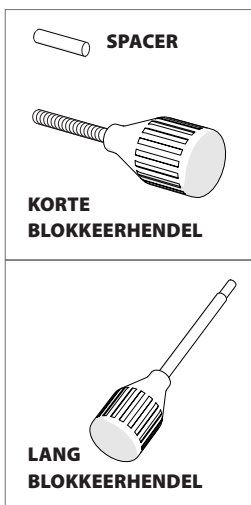

Fig. 2a
- Blokkeerhendel voor verstekplaat. (Fig. 2a)
(Fig. 2a) Plaats de afstandsbuis over de schroefdraad van de blokkeerhendel voor de verstekplaat voordat u die installeert. (Geldt uitsluitend voor machines voorzien van korte blokkeerhendel voor de verstekplaat).